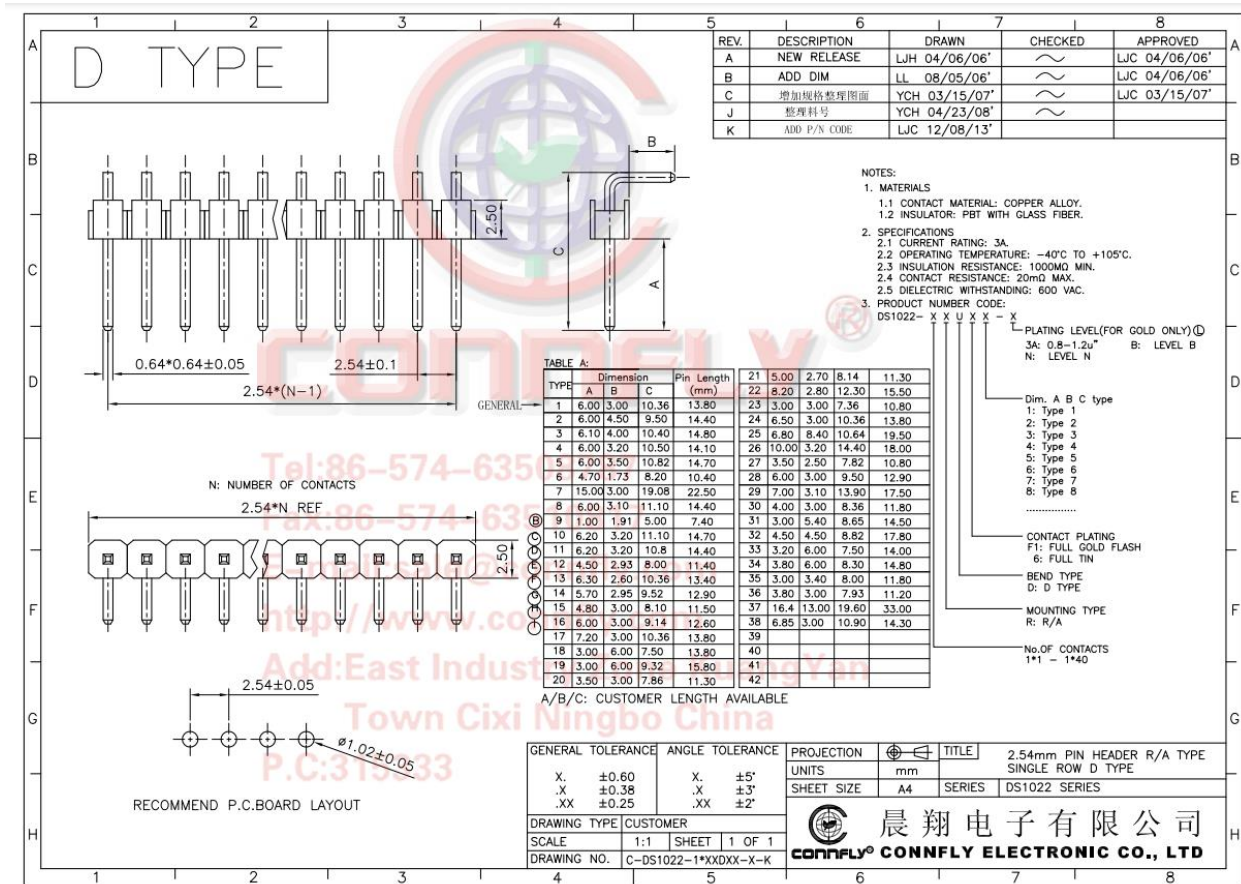
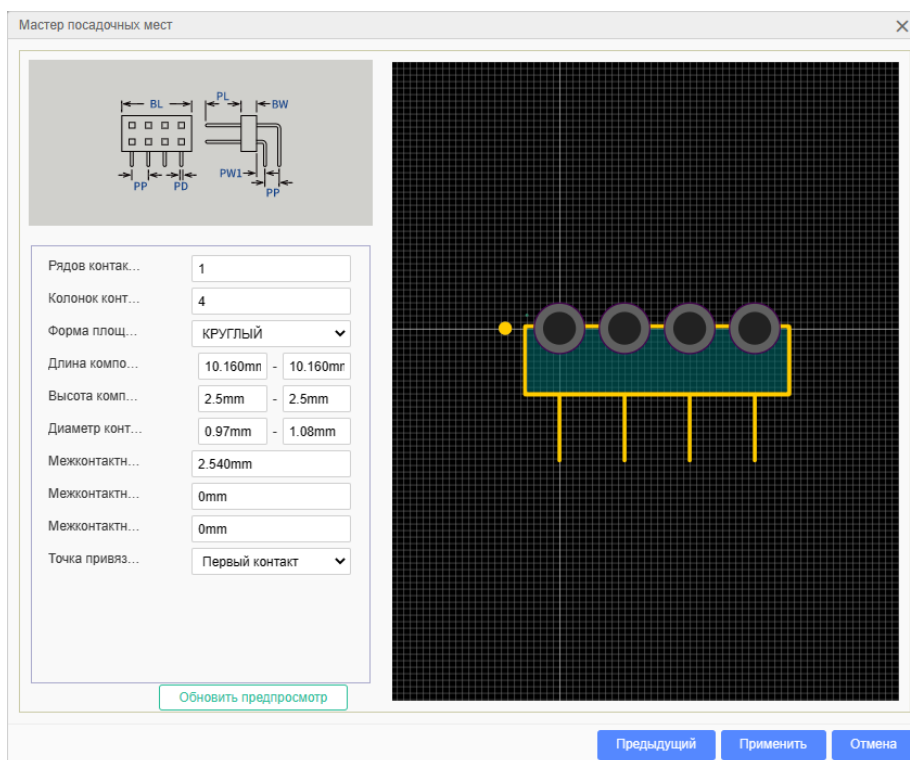

Рисунок 3.20 – Техническая документация корпуса электрического соединителя PLS-4R
Рисунок 3.21 – Параметры ПМ компонента PLS-4R
технической документацией <https://static.chipdip.ru/lib/468/DOC002468246.pdf> укажите его параметры (рисунок 3.20). Соединитель PLS-4 выполнен в виде вилки, которая имеет расположенные в один ряд 4 контакта. Поэтому в параметре **Рядов контактов** укажите **1**, а **Колонок контактов** укажите **4** (рисунок 3.21). Форму площадки по умолчанию оставьте круглой. **Длина компонента (BL)** рассчитывается по выражению $2,54N$, где N – число контактов. Таким образом, в оба окошка длины компонента запишите полученное среднее значение **10,16 мм**. Для **Высоты компонента (BW)** укажите среднее значение в обоих окошках **2,5 мм**. Рекомендуемый **Диаметр контакта (PD)** в технической документации указан $1,02 \pm 0,05$, в параметрах укажите два значения: минимальное – **0,97 мм** и максимальное – **1,08 мм**. **Межконтактное расстояние (PP)** по горизонтали укажите **2,54 мм**, а **Межконтактное расстояние (PS)** и **Межконтактное расстояние (PL1)** – **0 мм**. Точку привязки компонента по умолчанию поставьте у первого контакта. После задания всех параметров нажмите кнопку **Применить**.